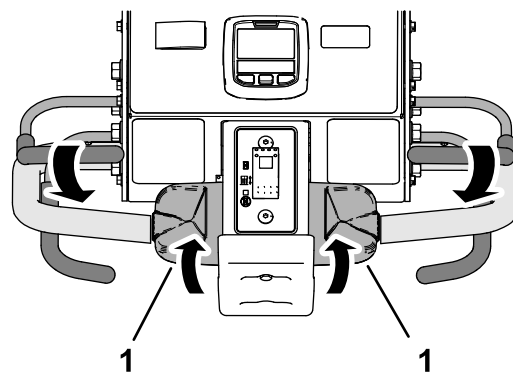

Figura 97
3. În timp ce ții maneta pentru prezența operatorului la bara de ghidare, roții încet partea superioară a comenzii de tracțiune spre spate (Figura 97).